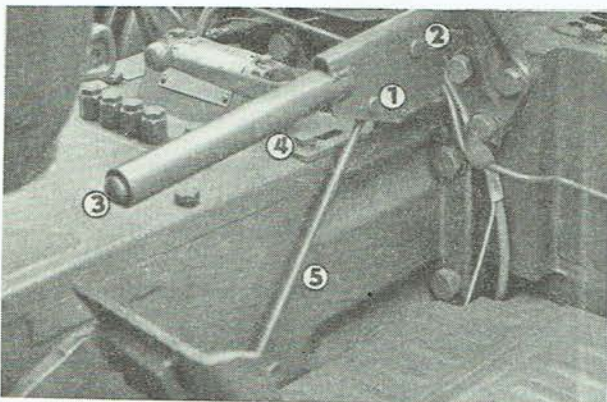

Abb. 131
1. Aus dem Bolzen im Unterteil der Handbremszugstange (Abb. 131/5) ist der Splint herauszuziehen und der Bolzen herauszustossen.
2. Zwei Schrauben M 8×35 des Handbremsenhalters sind auszuschrauben und der Halter (Abb. 131/4) ist abzunehmen.
3. Die Zugstange ist aus dem Hebel durch Entsplinten des Hebelbolzens und durch Herausstossen des Bolzens (Abb. 131/1) herauszunehmen.
4. Der Splint ist aus dem Hebelbolzen herauszuziehen und der Bolzen herauszustossen. Dadurch wird der Hebel mit der Sperrklinke von der kompletten Konsole (Abb. 131/2) gelöst.
5. Der Knopf (Abb. 131/3) ist aus der Zugstange auszuschrauben und die Feder samt Unterlagscheibe abzunehmen. Die Zugstange mit Sperrklinke ist aus dem Hebel herauszunehmen.